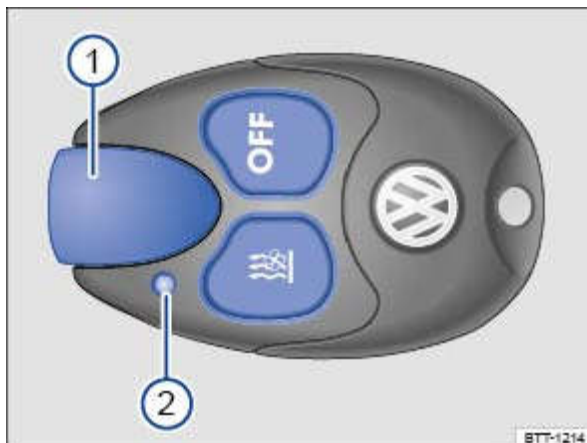

Fig. 212 Chauffage stationnaire : radiocommande
- *Mise en marche* : appuyez sur la touche  → Fig. 212. Dès que le témoin de contrôle s'allume en vert pendant environ 2 secondes, le chauffage stationnaire est en marche.
Le témoin de contrôle → Fig. 212 ② fournit diverses informations à l'utilisateur après une pression sur une touche.
Pour obtenir la portée optimale, tenez la radiocommande avec l'antenne → Fig. 212 ① verticale, orientée vers le haut. Ne recouvrez pas l'antenne.